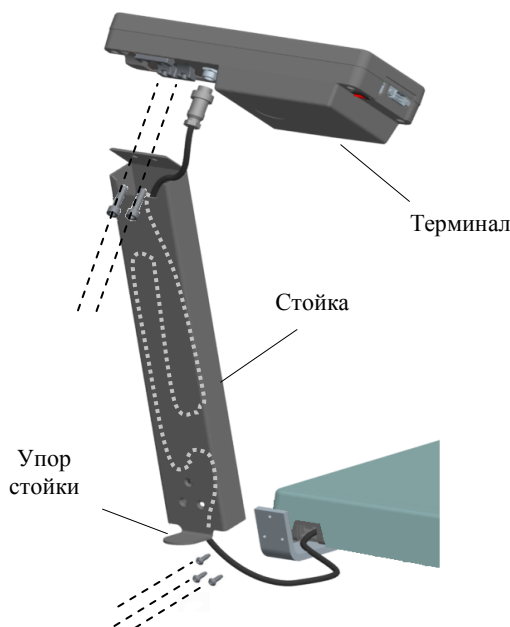

Рис. 3.2 - Сборка весов
3.3 Протянуть кабель модуля внутри стойки и привинтить стойку к кронштейну. Привинтить терминал к стойке (Рис. 3.2).
3.4 Установить весы на твердой, ровной поверхности, неподверженной вибрациям (на столе). Ввернуть регулировочные опоры так, чтобы упор стойки (см. Рис. 3.2), служащий для повышения устойчивости весов, касался поверхности стола.